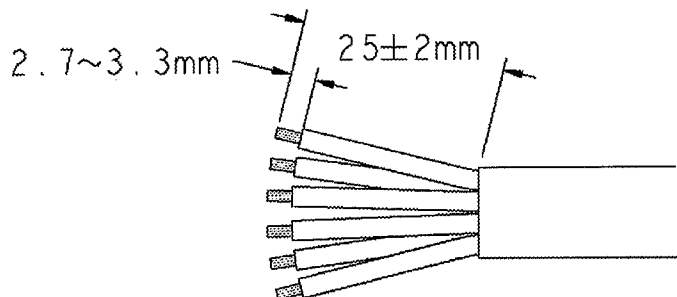

Fig. 2
2) ケーブルジャケットと芯線を Fig.2 に示す寸法で被覆剥きしてください。芯線に傷をつけない様注意し、傷がついたり、一部が切断した場合はやり直してください。
2) Strip the cable jacket and insulation of the wires in accordance with Fig. 2. Do not cut or damage the wires/cable. Cut cable end and retry if the cable or wires are cut off or damaged.